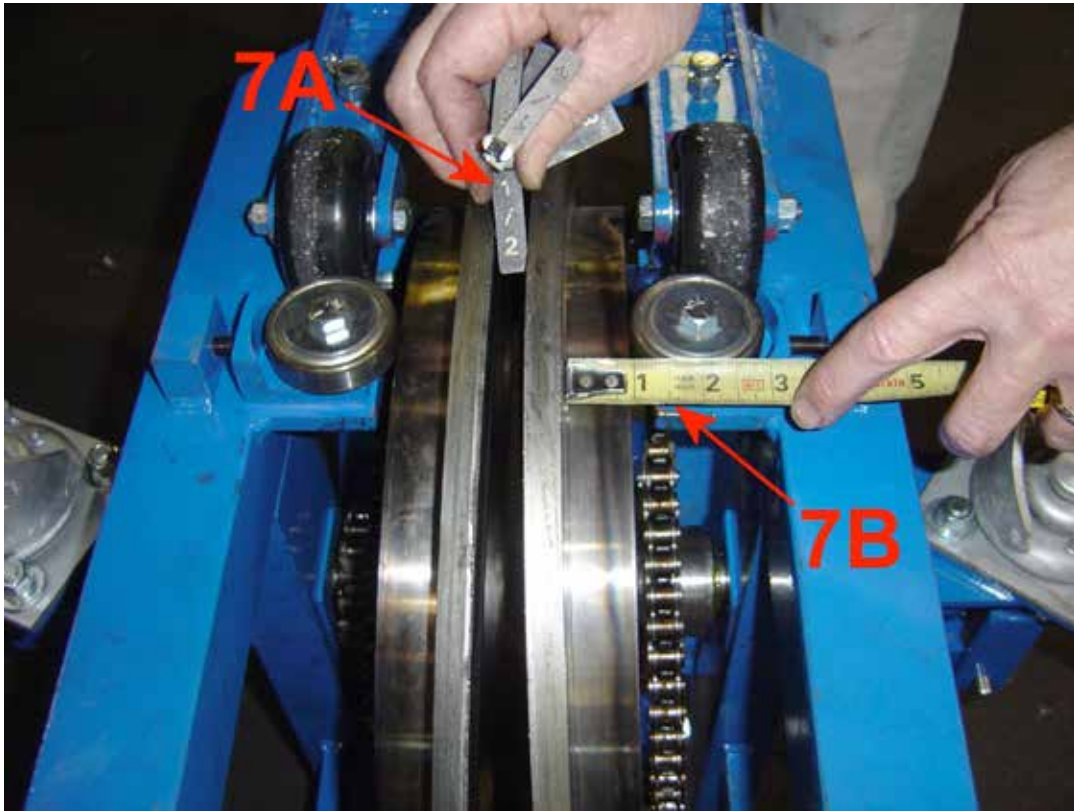

图 7 调整压缩叶片
11. 来回滑动各压缩叶片直至压缩叶片比测量到的接缝宽度窄约 1/16”。调整标称密封件尺寸的压缩轮间隙设置时,使用表 2 作为指南。为协助间隙设置,我们连同 Delastall Kompressor 一起提供了一整套量块 (7A)。请务必将压缩叶片固定在框架中心。为达到这一目的,如图7 B 项中所示测量压缩叶片内侧面到较低框架角内侧边缘的距离。这一测量结果应用作主要设置参考。